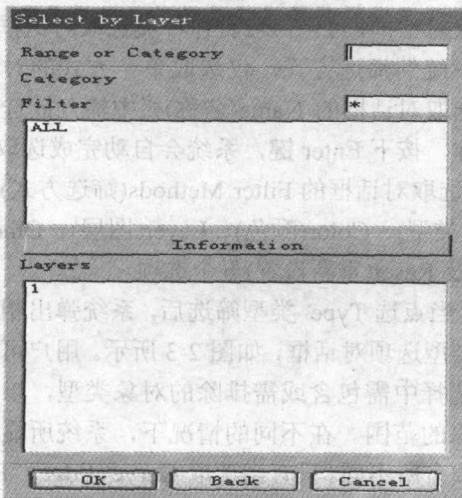

图 2-5 图层筛选对话框
(3) 当點選 Layer 图层筛选后, 系统显示图层筛选对话框, 如图 2-5 所示。用户可在该对话框的 Category Filter 列表框中设置选取或排除的对象所在的层, 限制选择对象的范围。